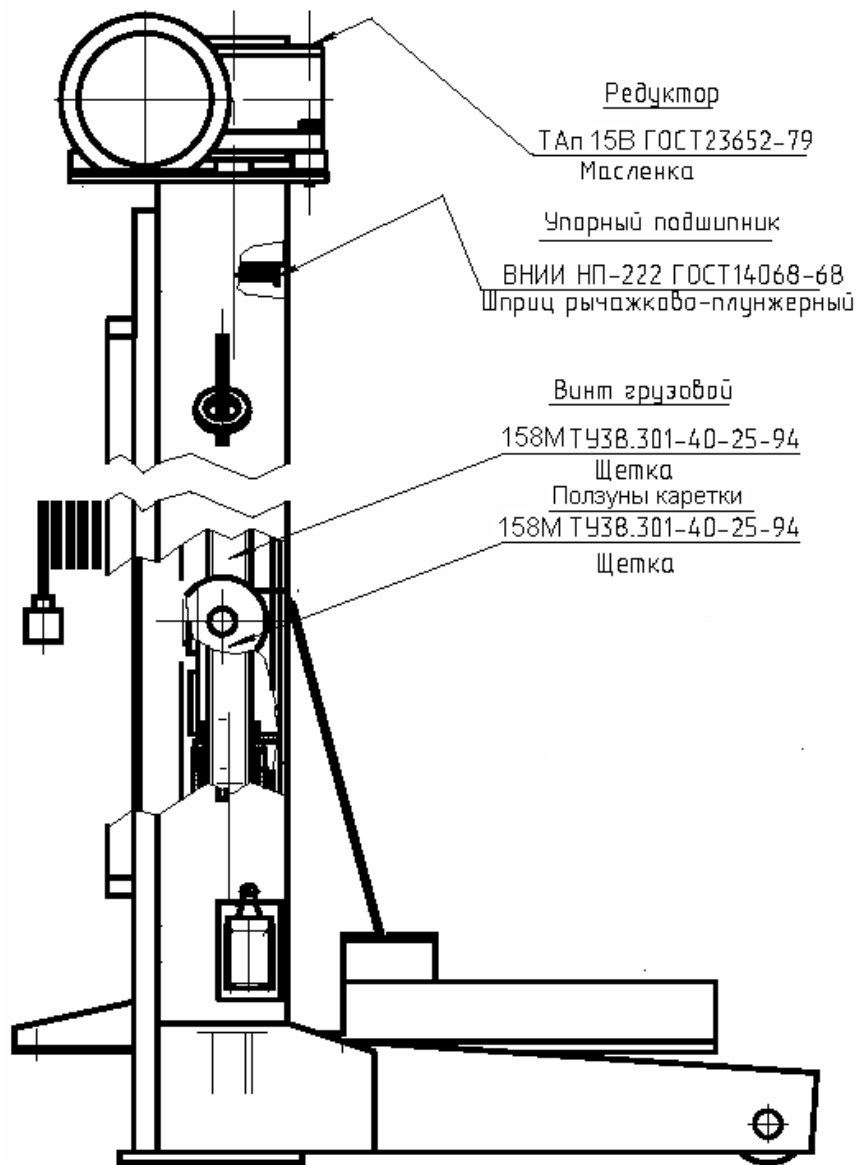

Рис. 6. Карта смазки стойки подъемника ППТ-24
- 6.2.2 Для ревизии состояния смазки трущихся деталей (см. карту смазки на Рис. 6), в каждой стойке необходимо:
- произвести смазку стоек подъемника в соответствии с картой смазки (см. Рис. 6).